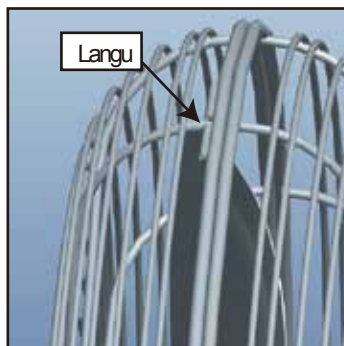

Figure 13.
6. Placez la **Grille avant** contre la **Grille arrière** et poussez-les ensemble jusqu'à ce que les languettes sur les grilles se maintiennent ensemble. **Figure 13.**